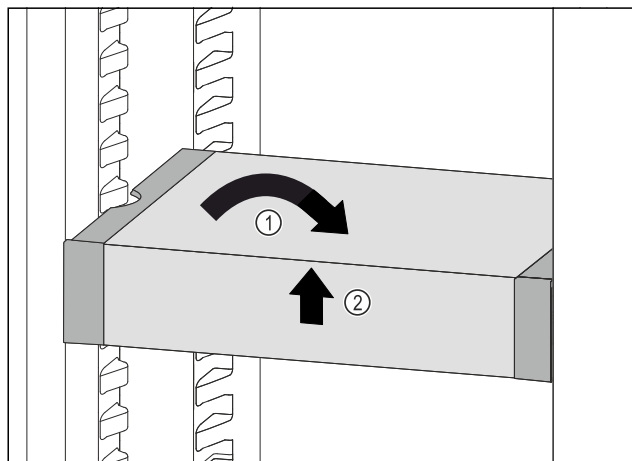

Fig. 37
- VarioSafe postavte rovně. Fig. 37 (1)
- VarioSafe vpředu zvedněte. Fig. 37 (2)